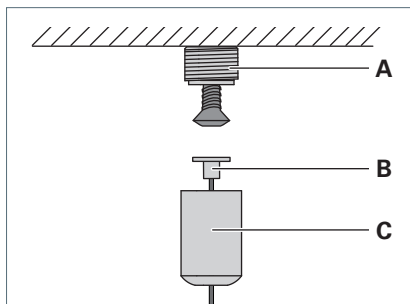

Fig. 10: Monter la fixation pour plafond.
- Vissez au plafond le filetage **A** à la distance **a** par rapport à la fixation pour plafond montée auparavant en utilisant une vis appropriée, voir Tab. 2 et Fig. 10.